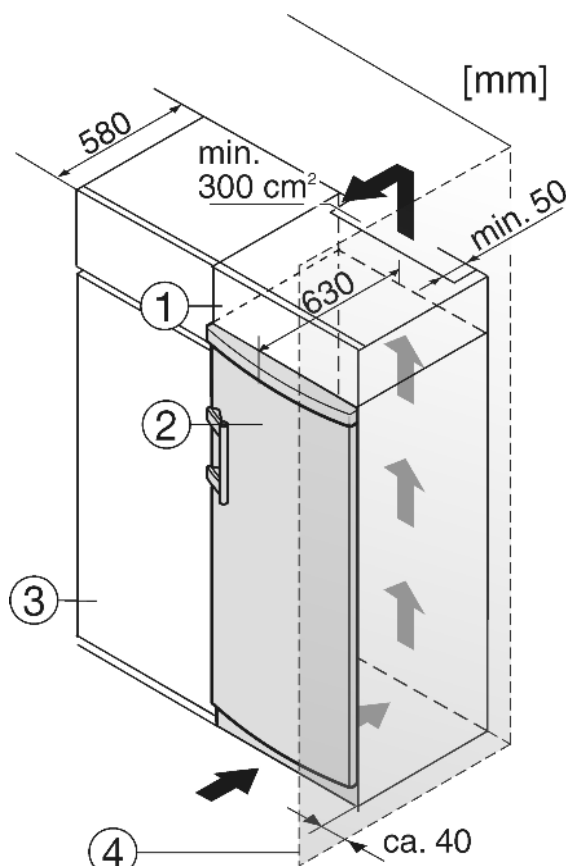

Fig. 8
Het apparaat Fig. 8 (2) kan worden ingebouwd in de keuken. Om het apparaat aan de hoogte van het keukenblok aan te passen, kunt u er een passende opbouwkast Fig. 8 (1) op plaatsen.
Bij ombouw met keukenkasten (max. diepte 580 mm) kan het apparaat direct naast de keukenkast Fig. 8 (3) worden opgesteld. De apparaatdeur steekt opzij 34 mm en in het midden van het apparaat 50 mm uit ten opzichte van het keukenkastfront. Hierdoor is de deur zonder problemen te openen en sluiten.
Plaatst u het apparaat met de scharnierkant naast een muur Fig. 8 (4), dan moet de afstand tussen apparaat en muur minstens 40 mm bedragen. Dit in verband met het uitsteken van de deurgreep bij een geopende deur.